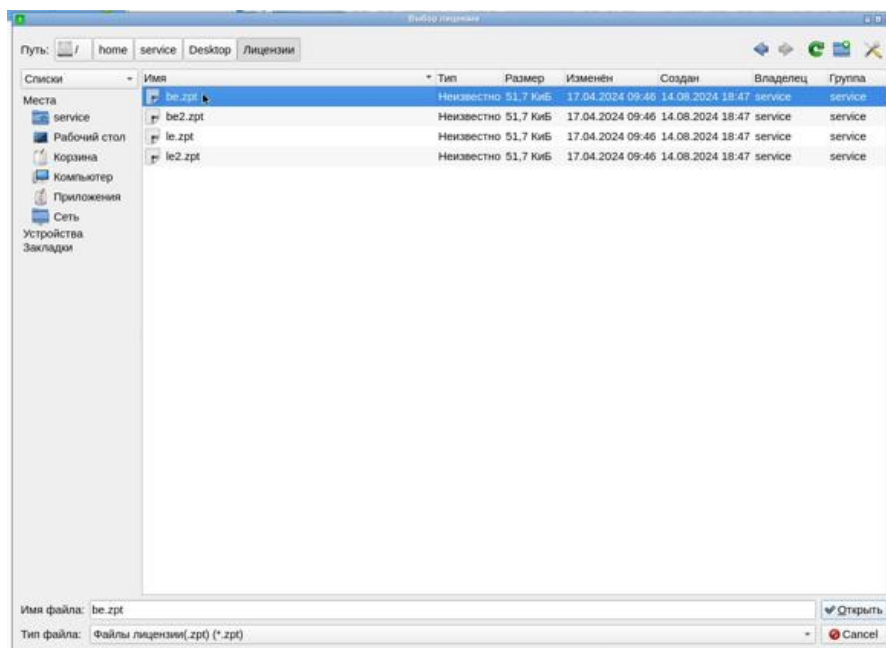

Рисунок 7.4 – Окно выбора и загрузки лицензионного файла
- выбрать файл с именем be2.zpt и загрузить его в проект (см. рисунок 7.4).